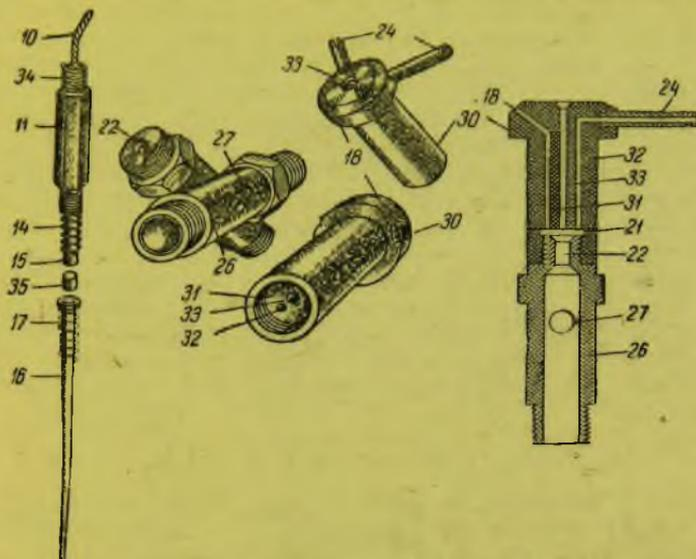

Рис. 85. Эмульсионная и жиклерные трубки карбюратора. Регулировочная игла (номера деталей даются в соответствии с номерами деталей рис. 80)
Подъем и опускание иглы при изменении качественной регулировки осуществляется тросиком, расположенным в центральном отверстии дроссельной заслонки (рис. 85). Вытягивая тросик из оплетки, мы сжимаем пружину (14), вместе с этим поднимается напайка на конце троса (цилиндрик). Игла под действием легкой пружины (17), более слабой, чем (14), тоже поднимается. Чтобы опустить иглу, трос опускают, и тогда сила пружины (14) потянет цилиндрик вниз, он надавит на головку иглы и, сжимая пружинку, опустит иглу. Очень часто бывает, что диапазона регулировки иглы нехватает, и тогда необходимо перепаявать цилиндрик в новое положение. Однако можно обойтись и без перепайки, поставив между головкой иглы и цилиндриком нужный отрезок толстой медной проволоки (дополнительный цилиндрик). Это делается, если нужно обеднить смесь. Наоборот, при желании обогатить регулировку основной цилиндрик, припаянный к тросу иглы, укорачивают опилкой.